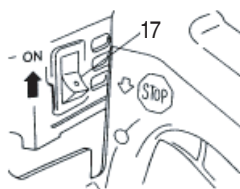

Fig. 13
2. Placez le commutateur de marche/arrêt (17) en position "marche" (ON). (Fig. 13)